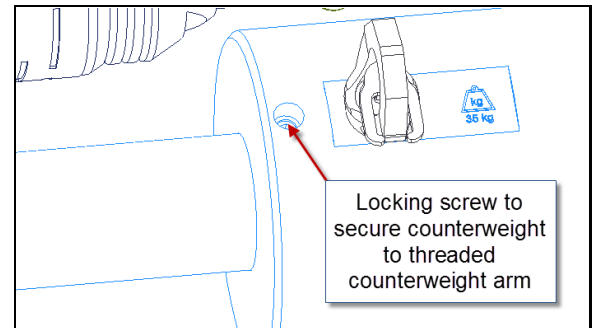

FIGURE 3-29. EMBLACEMENT DES VIS DE BLOCAGE
2. Desserrez la vis de blocage proche du trou de levage (Figure 3-29).